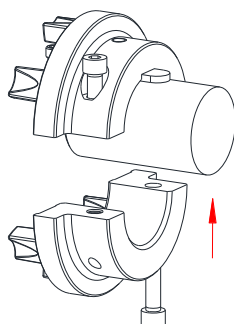

Fig. 10
- Positionner le demi-moyeu inférieur du moyeu à doigts avec la vis cylindrique insérée par rapport au demi-moyeu supérieur sous l'arbre (voir fig. 10). Visser les vis cylindriques de quelques tours.